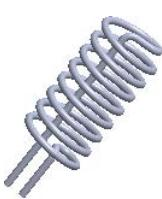
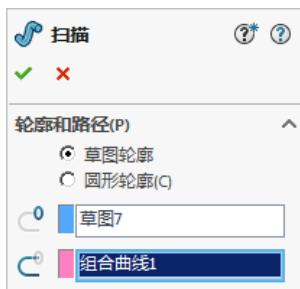

图 6.13.18 扫描 1
图 6.13.19 “扫描”对话框
Step11. 创建图 6.13.18 所示的扫描 1。选择下拉菜单 **插入(I) → 扫描(S)...** 命令，系统弹出图 6.13.19 所示的“扫描”对话框；在系统**选择扫描轮廓**的提示下，选取草图 7 作为扫描轮廓；在系统**选择扫描路径**的提示下，选取组合曲线 1 作为扫描路径；在“扫描”对话框中单击 按钮，完成扫描 1 的创建。